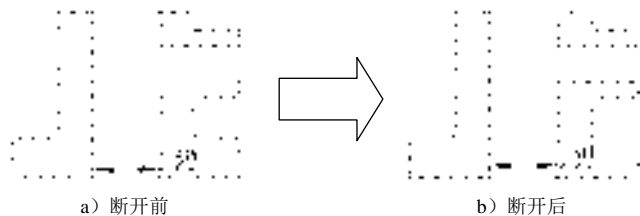

图 5.2.81 尺寸文本断开剖面线
使尺寸文本断开剖面线的效果如图 5.2.81 所示,其一般操作方法如下。
Step5. 在功能区中选择**注释**  **尺寸**命令,创建图 5.2.81 b 所示的尺寸,可见尺寸文本断开了剖面线。